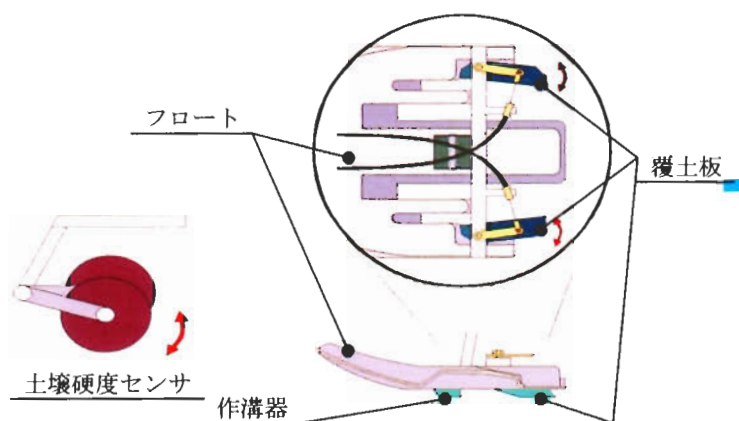

図1 覆土量自動制御機構の概要
①種子繰出部は、横溝ロール式又は傾斜目皿式で、回転数範囲の拡大によって、幅広い播種量に対応しました。また田植機と同様の側条施肥装置を搭載し、播種同時側条施肥を実現しました。
②フロートに取り付けられた作溝器によって作られた溝中に種子を落下させた後、溝を埋め戻して覆土する方式ですが、フロートの土壤表面追従性の向上、覆土板形状の改良、2段階に深さを調節できる作溝器、さらには土壤表面の硬さを検出して、硬さに応じて覆土量を制御する新機能（図1）の付加によって、表面は種の少ない安定した覆土を実現しました。
③ホoppa残量の警報に加え、種子と肥料で音色の異なる詰まり警報など、警報機能を充実させました。これによって、オペレータは安心して作業を行うことができます。